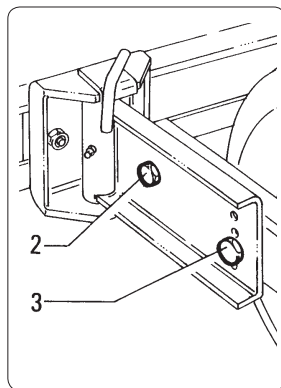

fig. 5.2.2
**5.2.2 - Regolazione ruote fig. 5.2.2**